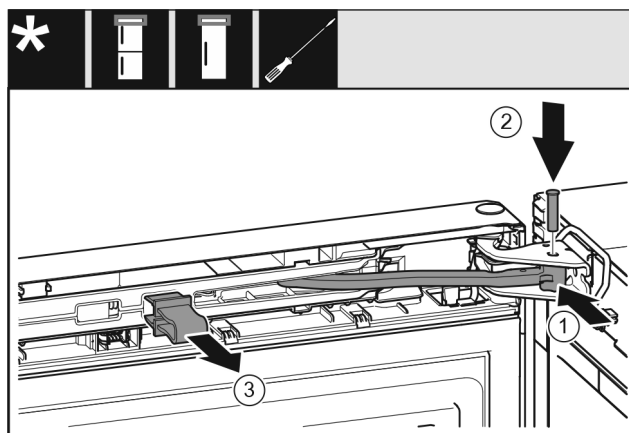

Fig. 48
- ▶ Otočte kloub ve stojanu ložiska. Fig. 48 (1)
- ▶ Vložte čep do stojanu ložiska a kloubu. Přitom dávejte pozor, aby byla zajišťovací vačka správně usazena v drážce. Fig. 48 (2)
- ▶ Vytáhněte pojistku. Fig. 48 (3)